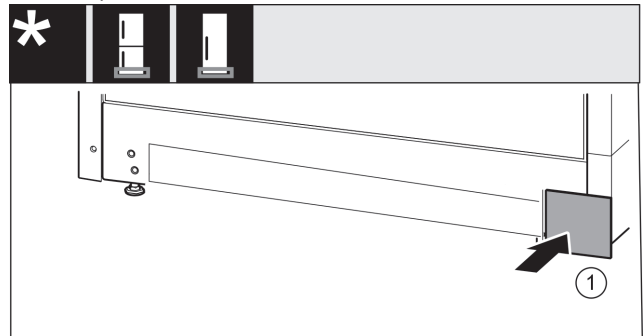

Fig. 33
- ▶ Снова установите крышку Fig. 33 (1) с другой стороны.